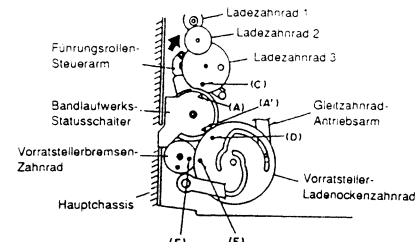

Abb. 3-2
- Den Bandlaufwerk-Statusschalter unter der in Schritt 1) eingestellten Bedingung in das Hauptchassis einbauen. Darauf achten, daß die Markierung (C) auf dem Ladezahnrad 3 und die Markierung (A) auf dem Bandlaufwerk-Statusschalter ausgerichtet sind (siehe Abb. 3-2). Darauf Achten, daß der Führungsrollen-Steuerarm vollständig in Richtung des Pfeiles gleitet (siehe Abb. 3-2).
- Das Vorratsteller-Ladenocken-Zahnrad in das Hauptchassis einbauen, so daß die Markierung (E) auf dem Vorratsteller-Ladenocken-Zahnrad ausgerichtet sind (siehe Abb. 3-2). Darauf achten, daß die Markierung (D) auf dem Vorratsteller-Ladenocken-Zahnrad und die Markierung (A') auf dem Bandlaufwerk-Statusschalter ausgerichtet sind.